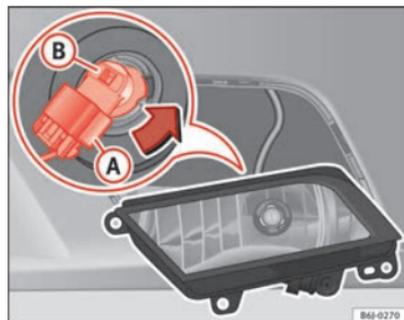

Fig. 163 Projecteur anti-brouillard
- Retirez le connecteur ⇒ fig. 163 (A) de l'ampoule.
- Tournez le support d'ampoules ⇒ fig. 163 (B) vers la gauche puis tirez.